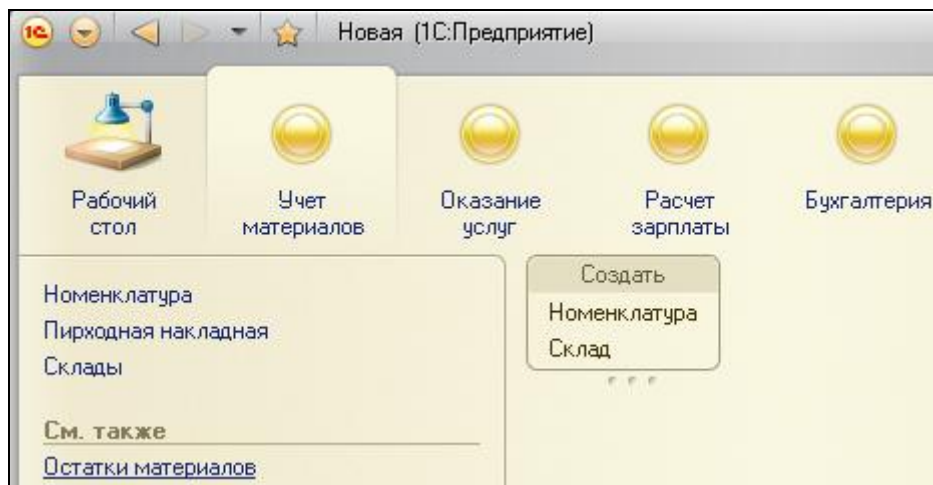

Рисунок 3.5 Измененная панель навигации
10. Обновить базу данных и запустить **1С:Предприятие**, открыть подсистему **Учет материалов**, в панели **Навигация** появилась операция движения по регистру **Остатки материалов** (рис. 3.5).